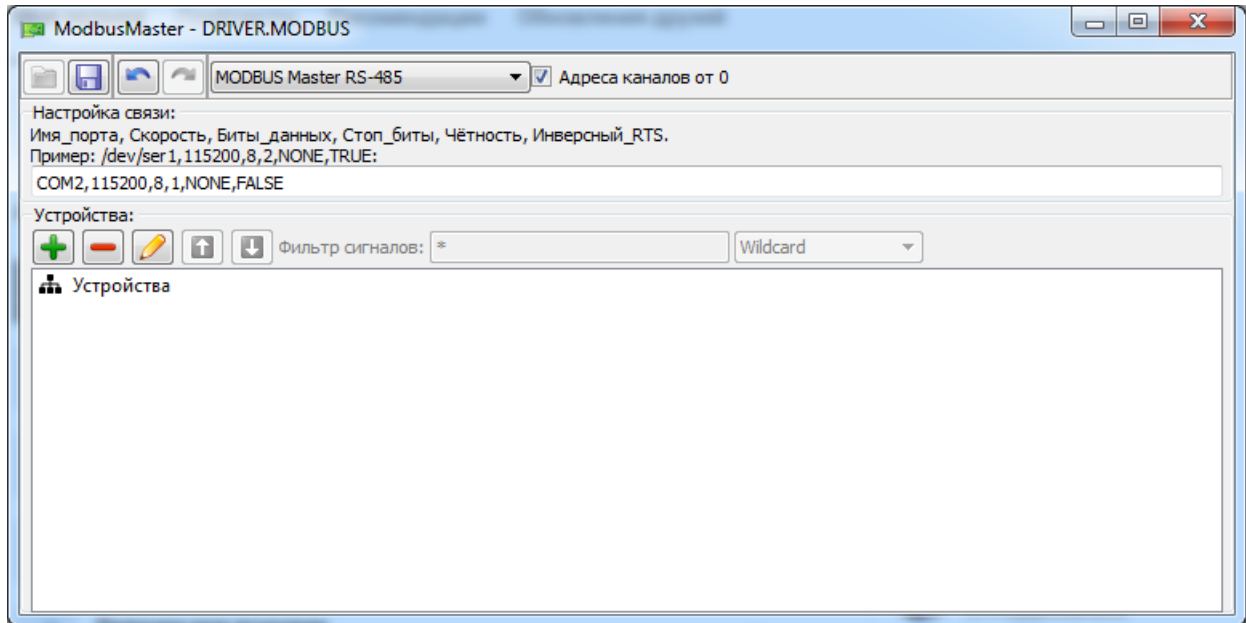

Рисунок 3.187 - Настройки связи в редакторе Modbus
Имя порта соответствует порту, по которому вы организуете связь. В примере на рис. 3.187 с рабочей станции Windows по порту COM2 организована связь с модулями ввода/вывода. Зная значение скорости передачи, количества бит данных и другие настройки, которые настроены для Modbus со стороны контроллера с модулями ввода/вывода, мы указываем их такими же (см. рис. 3.187). Важно понимать, что на контроллере с модулями ввода/вывода должен также работать драйвер протокола Modbus RS-485, либо из драйверов СКАДА-системы Соната (по протоколу Modbus Slave RS-485), либо сторонний драйвер.
* Если посмотреть на рис. 3.187, то видно, что в данном примере настроено устройство Modbus Master (рабочая станция Windows) по протоколу Modbus RS485.